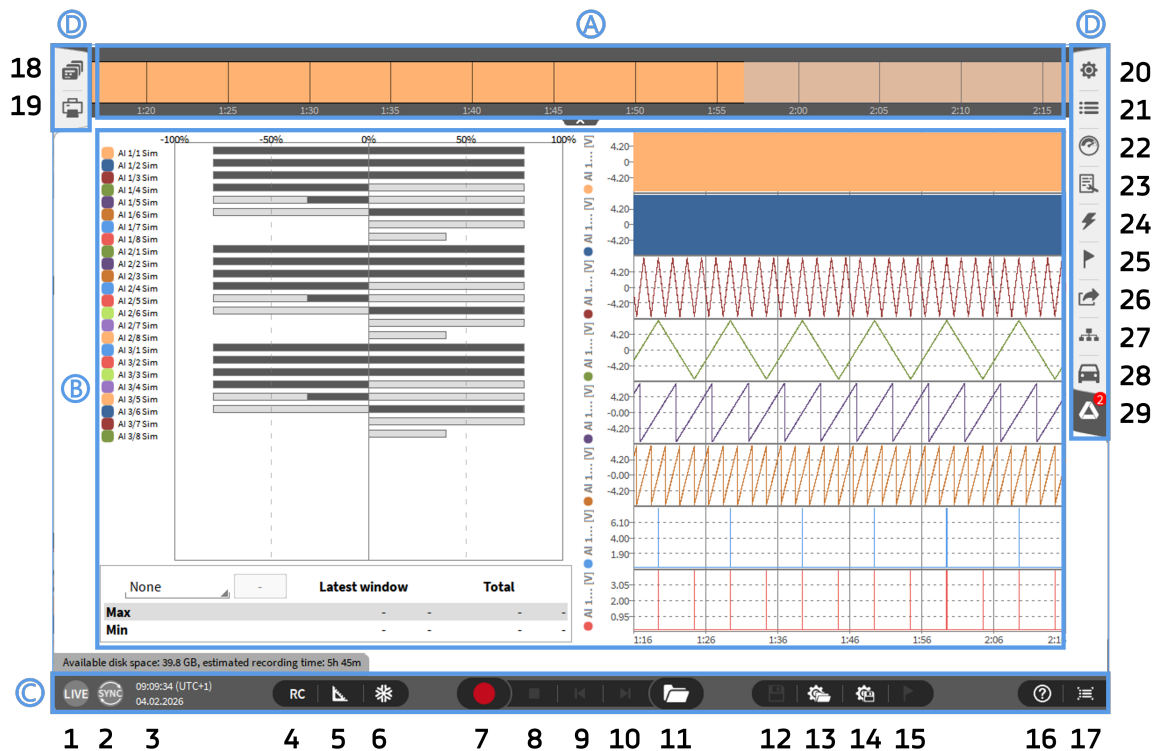

Abb. 3.5: Softwareübersicht
Die Aussteuerungsanzeige (siehe *Aussteuerungsanzeige*) wie auch das Linienschreiber-Instrument (*Linienschreiber*), welches die ersten 8 analogen Eingangskanäle darstellt, ist Bestandteil des OXYGEN Standard Messbildschirmes (Abb. 3.5).
Zeigt den aktuellen Softwaremodus. OXYGEN hat drei verschiedene Arbeitsmodi: *LIVE*, *REC* and *PLAY*. Der zurzeit verwendete Software-Modus ist in der Aktionsleiste (siehe ① in Abb. 3.5) zu sehen. Die Eigenschaften der verschiedenen Modi werden im Folgendem erklärt: